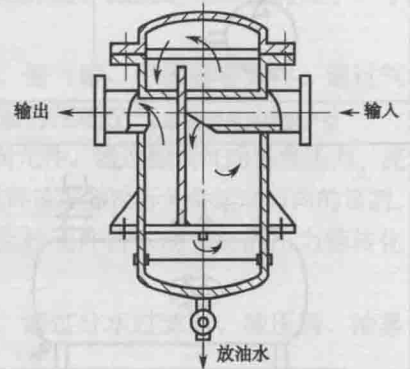

图 1-1-11 油水分离器
(3) 油水分离器: 利用此元件将液态的水、油与气态的压缩空气分离出来。图 1-1-11 为油水分离器, 其工作原理为压缩空气先经过左边水浴清洗, 除掉较难除掉的油滴等杂质, 再沿切向进入右边旋转离心分离器中, 利用离心力的作用除去水滴。